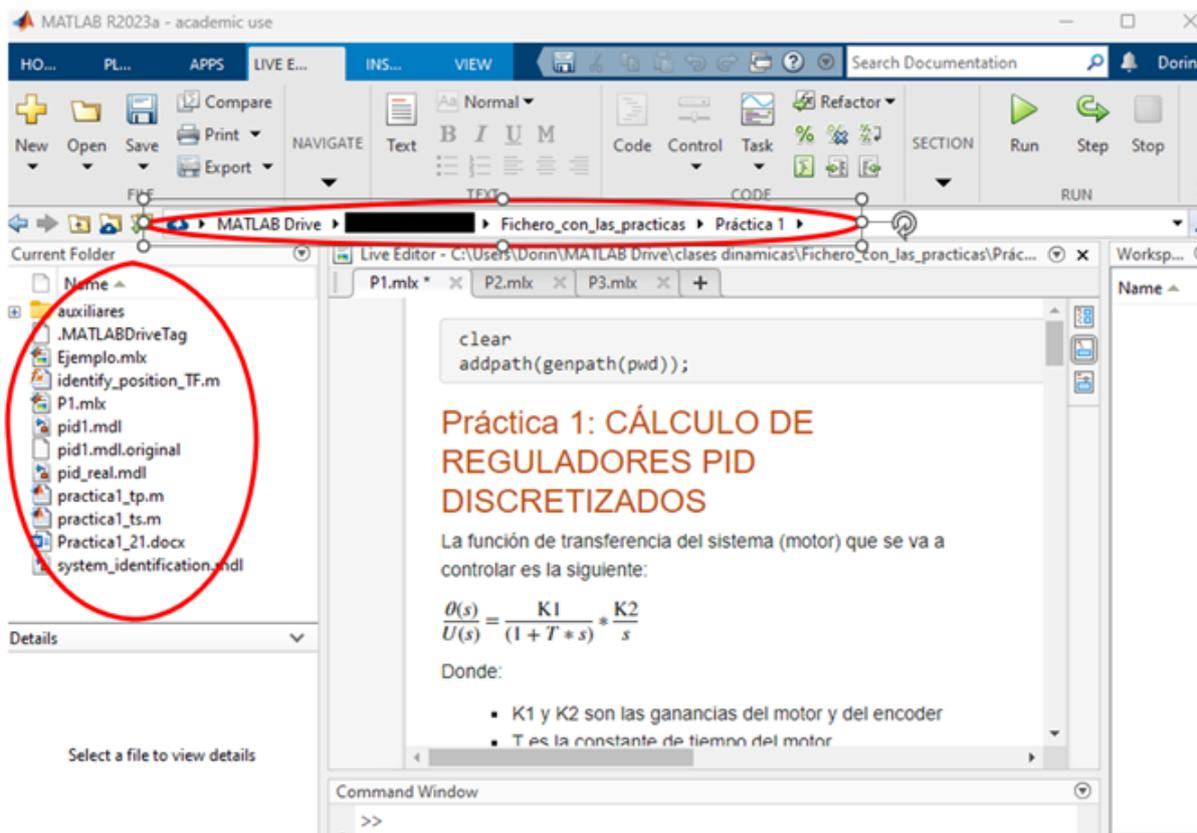

Figura 1: Interfaz Matlab
*Para comprobar los resultados obtenidos en este apartado se puede completar el fichero P3.mlx y ejecutarlo con el botón Run". Para esto, primero posicionar el directorio corriente de Matlab en la carpeta de la práctica (ver Figura 1 y posteriormente abrir desde el directorio corriente el fichero P3.mlx.*